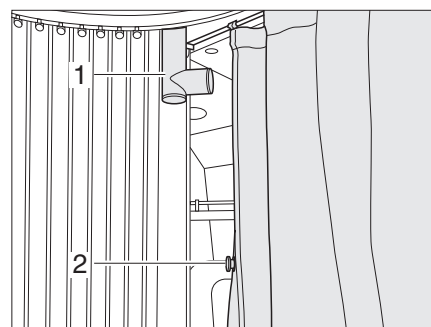

Fig. 99 Fissaggio della cortina della doccia
- Prelevare il diffusore della doccia ed agganciarlo nel supporto (Fig. 99,1).
- Chiudere la cortina della doccia verso la toilette con il magnete (Fig. 99,2).